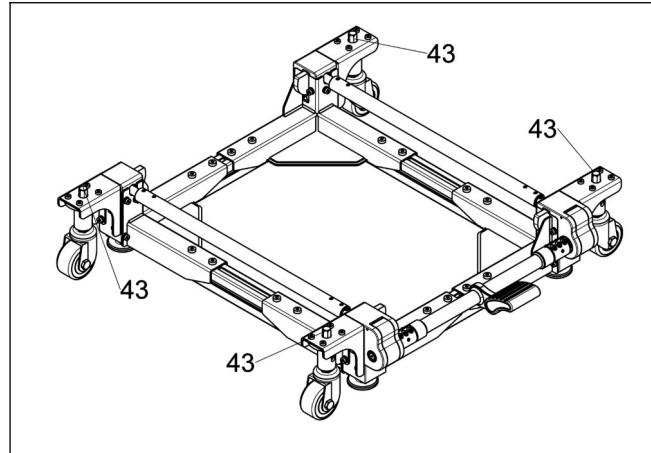

Abb.18
- a. Drehen Sie mit dem Ringgabelschlüssel „D“ die Stellschrauben „43“ im Uhrzeigersinn, um die Basis am entsprechenden Punkt anzuheben, Absenken funktioniert gegen den Uhrzeigersinn. Stellen Sie hier sicher, dass eine Bodenfreiheit von mindestens 10mm bzgl. der Stützfüße oder dem Maschinensockel vorhanden ist. (siehe **Abb.18**).